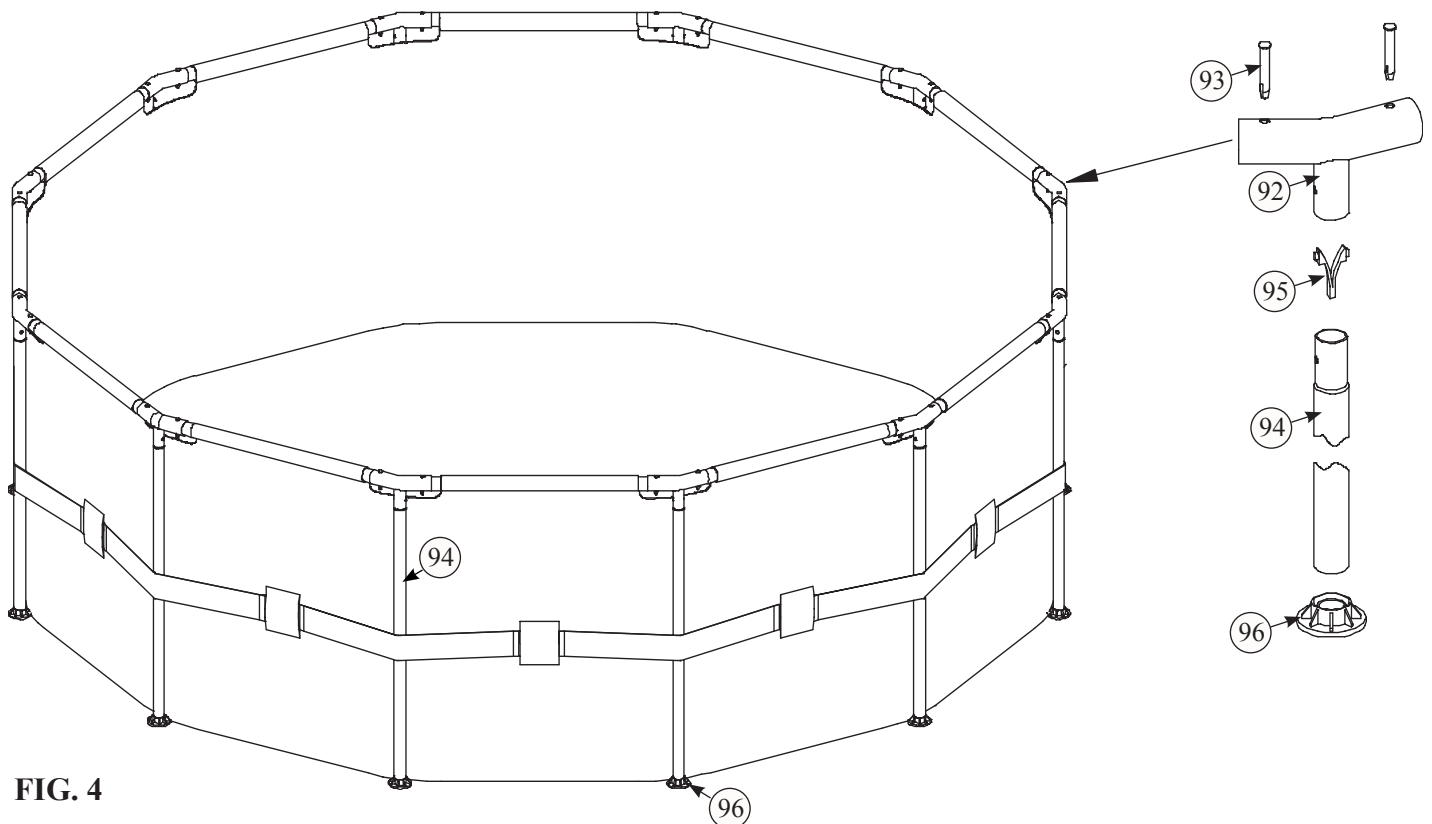

FIG. 4
4. Dès que le cadre supérieur est connecté, repérez les Pieds Verticaux (94). Ces derniers sont pourvus d'un Clip-V (95) pré-installé dans chaque extrémité supérieure. Premièrement insérez les Pieds à travers la ceinture montée à mi-hauteur tout autour de la piscine, voir **Fig. 4**. Ensuite introduisez chaque Pied dans un Raccord-Té, poussez les boutons en introduisant chaque Pied, tournez les Pieds pour aligner les boutons avec les trous des Raccords-Té jusqu'à blocage ferme. Finalement, installez le bas des Pieds Verticaux dans les Sabots (96) autant qu'ils puissent pénétrer.